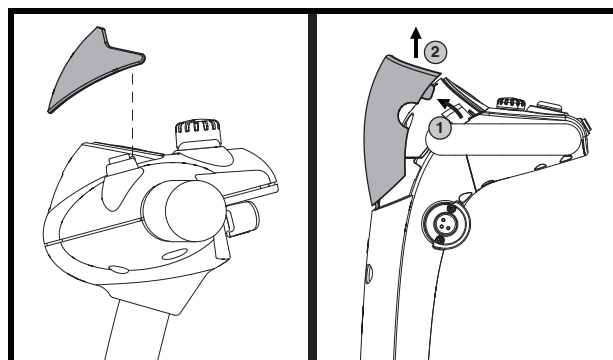

Figure 12. Visière de la console
1. Tirez doucement sur la visière vers l'arrière du Travel Scooter pour le détacher de la fixation velcro et le retirer de la console. **Voir la figure 12.**